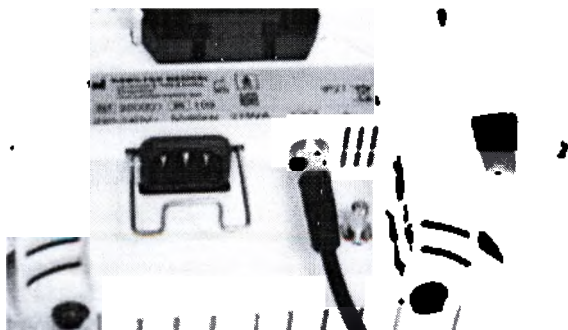

Рисунок 2-8. Питание, коммуникационное соединение (нижняя панель)
- 3 Коммуникационные кабели и порт COM (см. рис. 2-8)
инструкциях по эксплуатации HAMILTON-H900. См. рис. 2-8.
Подключите коммуникационный кабель к порту COM на нижней панели увлажнителя. См. рис. 2-8.